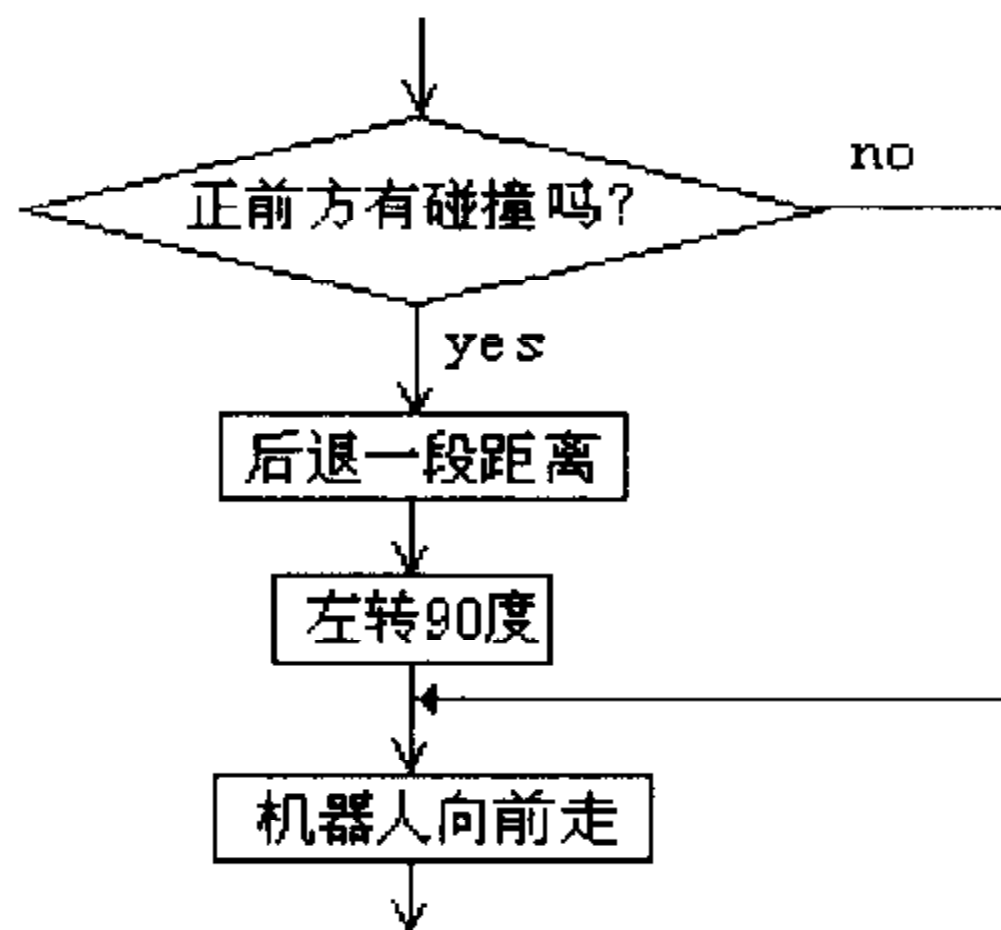

图 3.14 正前方避碰程序流程图
(1) 看懂机器人避开正前方碰撞程序的部分流程图，如图 3.14 所示。